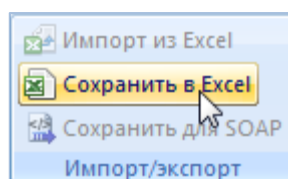

Рис. 9-101 – Кнопка «Сохранить в в Excel» панели «Импорт/экспорт»
2) Нажать кнопку «Сохранить в Excel» панели «Импорт/экспорт» (рис. 9-101).